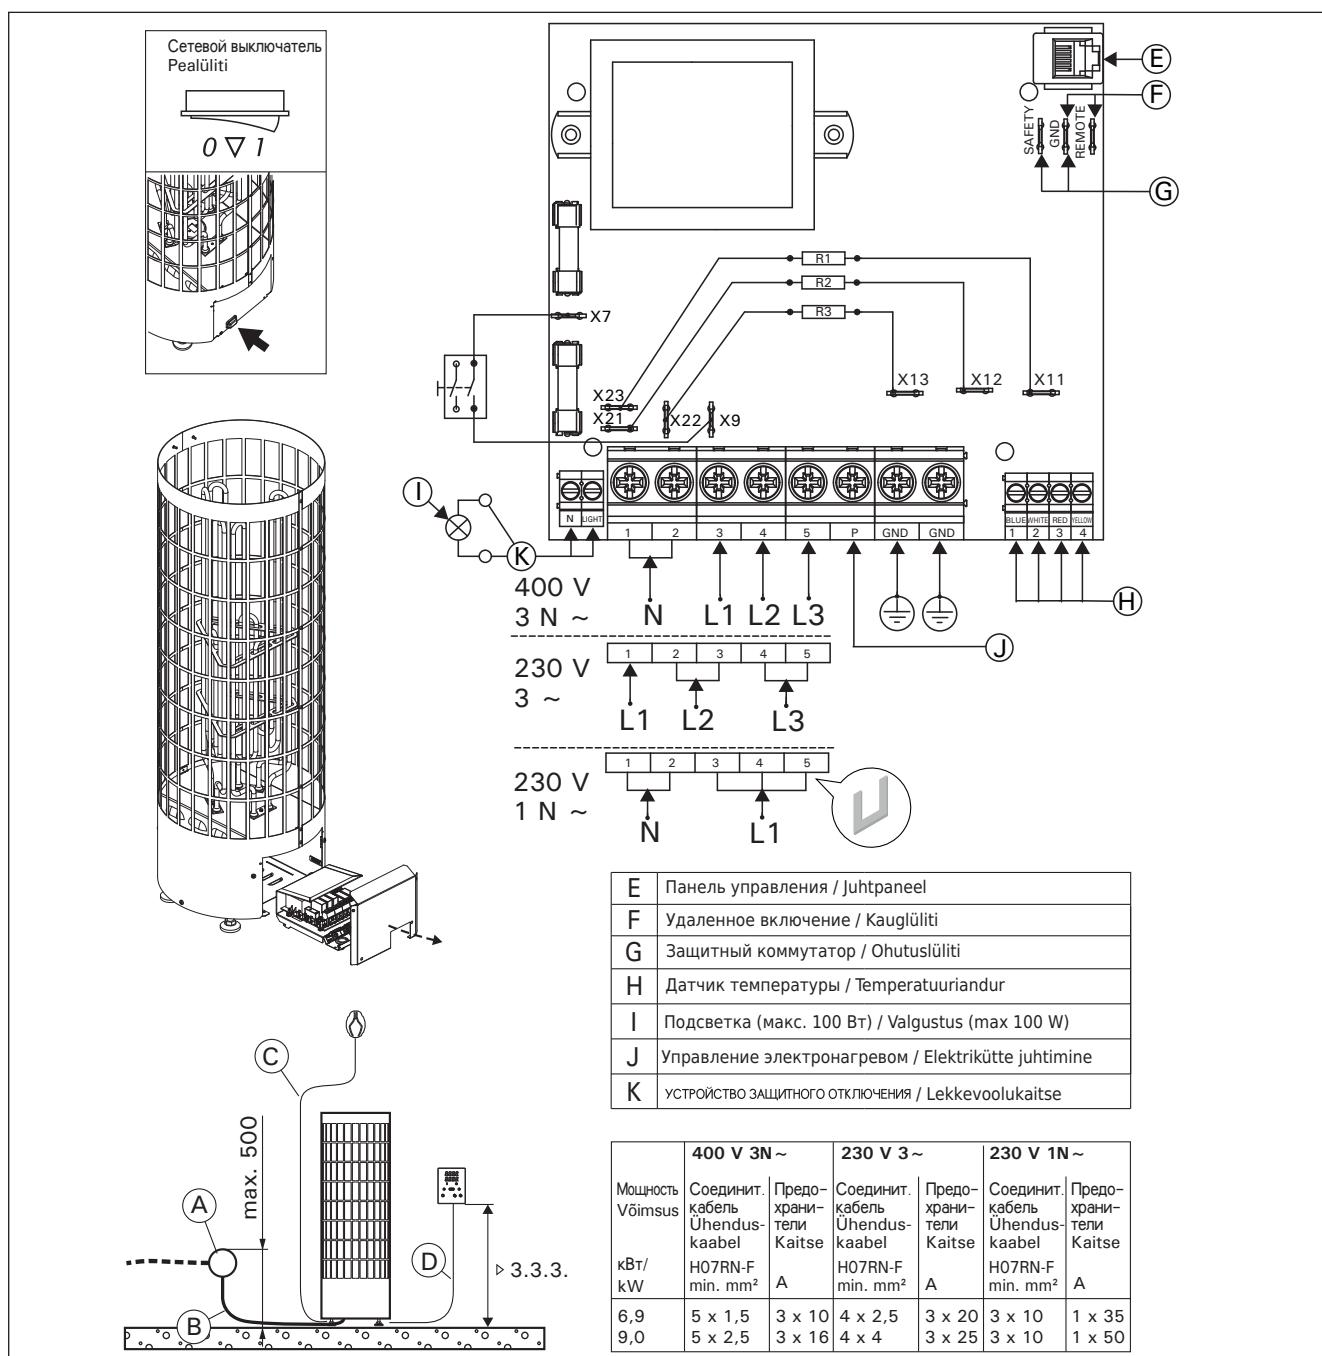

Рисунок 7. Электромонтаж
- Каменка гибким проводом подсоединяется к соединительной коробке (рис. 7: А) на стене сауны. Соединительная коробка должна быть брызгозащищенной и находиться на расстоянии не более 500 мм от пола.
- В качестве кабеля (рис. 7: В) следует использовать резиновый кабель типа H07RN-F или подобный.
- Кроме клемм питания каменки оснащены также клеммой (P), которая делает возможным управление электрическим нагревом (рис. 7). Управляющее напряжение передается от каменки, когда она включена. Кабель управления электронагревом подводят прямо к соединительной коробке каменки и дальше с помощью резинового кабеля, равного по сечению соединительному кабелю, к клеммнику.